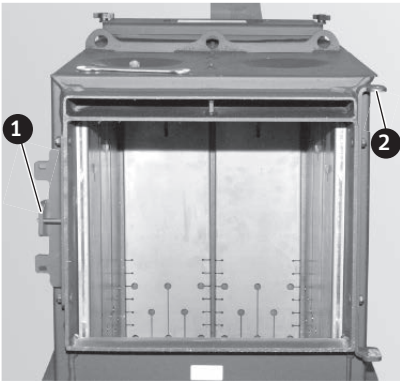

Fig. 14 Invertire supporto dello sportello e supporto di chiusura
- ▶ Svitare il supporto sportello e il supporto di chiusura dal corpo della caldaia e riavvitarli insieme dopo averli invertiti – Fig. 14.